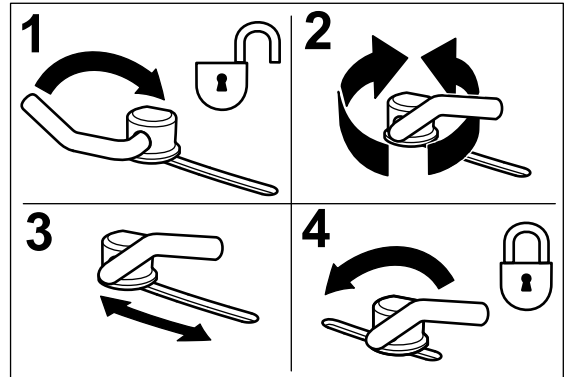

図 15
1. カム・ロックは、レバーをゆるめて調整する (図 15)。
3. 調整ができたならレバーを締めてバッフルとカム・ロックを固定する。 (図 15)